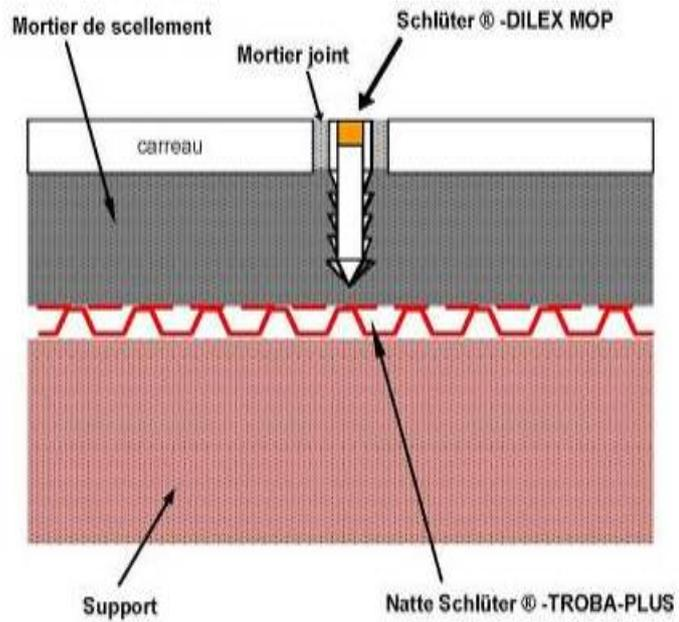

Figure 5- traitement d'un joint de fractionnement du mortier de scellement et du carrelage avec un profilé. Exemple de SCHLÜTER-DILEX-MOP
- Fractionnement du mortier de pose (figure 5) :